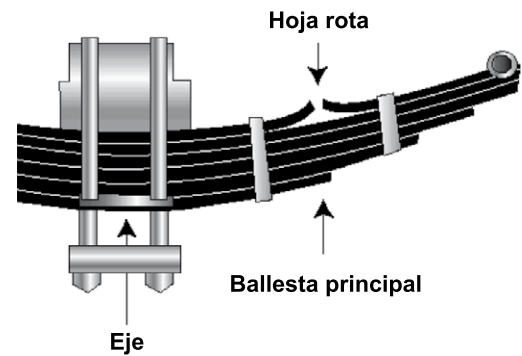

Figura 2.3
- En cualquier ballesta, hojas que falten o estén rotas. Si falta $\frac{1}{4}$ o más de las hojas, pondrá al vehículo “fuera de servicio”, pero cualquier defecto puede ser peligroso. Vea la Figura 2.3.